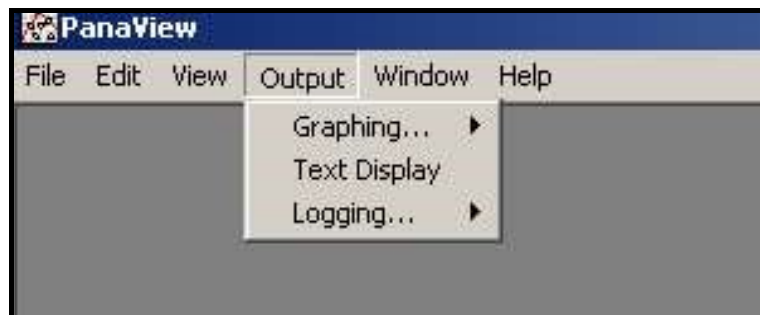

Figure 16: le menu Output
1. Dans PanaView, ouvrez le menu *Output* (sortie), illustré à la Figure 16 ci-après, puis cliquez sur l'option *Text Display* (affichage texte).